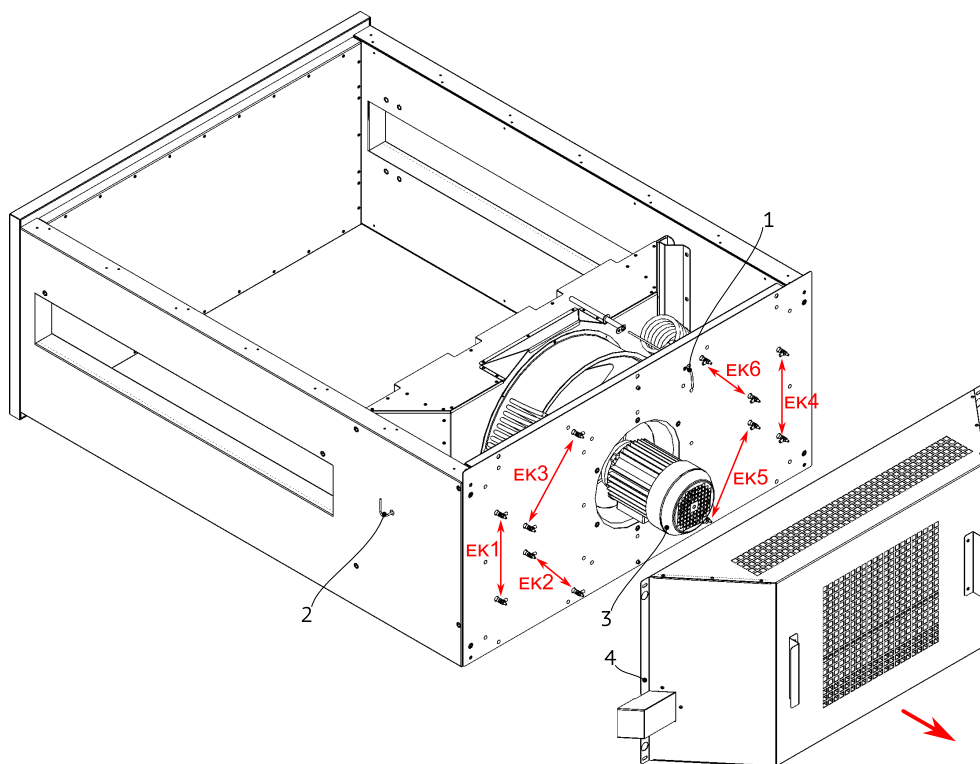

Рисунок 16
6. Снимите кожух двигателя (4), см. Рис. 16.